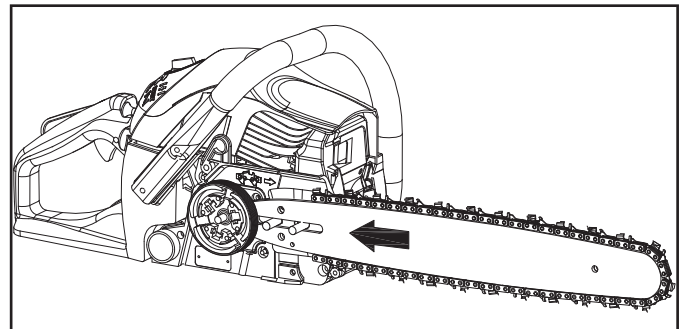

Figure 30
5. Faites glisser la barre vers le moteur pour desserrer la chaîne (Fig. 30).